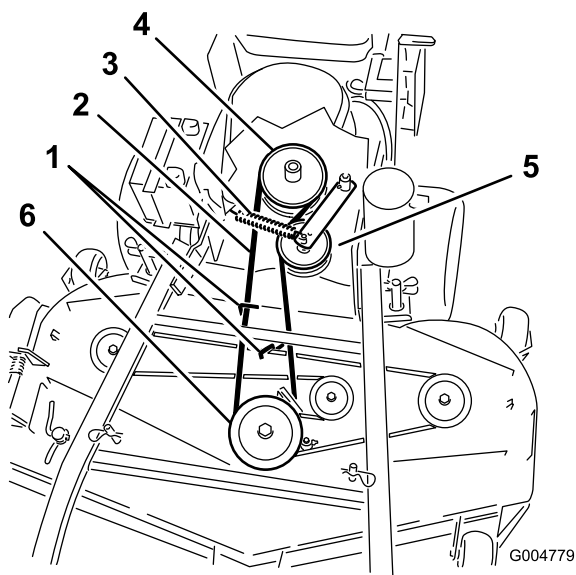
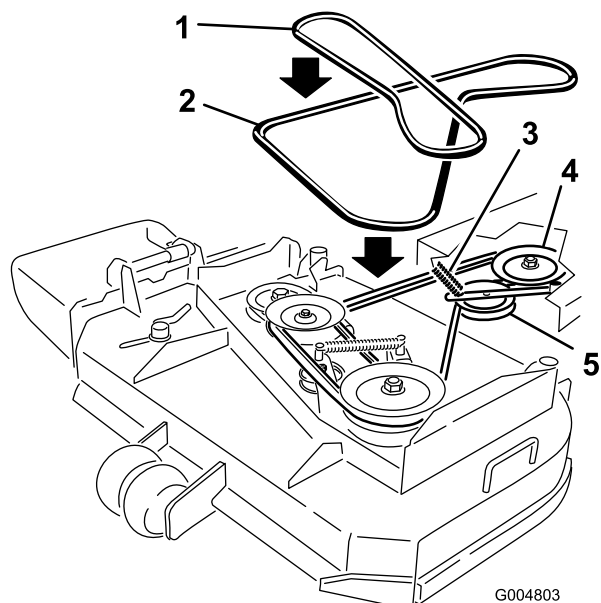

Figura 51
Figura 52
- Retire la correa de la polea central de la plataforma del cortacésped (Figura 51). Consulte Figura 52 para quitar la correa de la polea izquierda en una plataforma de cortacésped de 36 pulgadas. Extremar las precauciones al retirar la correa ya que la tensión aumentará debido a que la polea tensora está tensada con muelle.
- Retire la correa de la polea del motor y la polea tensora tensada con muelle (Figura 51). Consulte Figura 52 para retirar la correa de las poleas de una plataforma de cortacésped de 36 pulgadas.
- Instale la nueva correa en la polea del motor y la polea tensora tensada con muelle (Figura 51).
- Coloque la correa en la polea central de la plataforma del cortacésped (Figura 51). Extremar las precauciones al instalar la correa ya que la tensión aumentará debido a que la polea tensora está tensada con muelle. Consulte Figura 52 para colocar la correa en la polea izquierda en una plataforma de cortacésped de 36 pulgadas.
- Ajuste la guía 3 mm (1/8 pulg.) desde la correa en las plataformas de cortacésped de 40, 48 y 52 pulgadas (Figura 51).